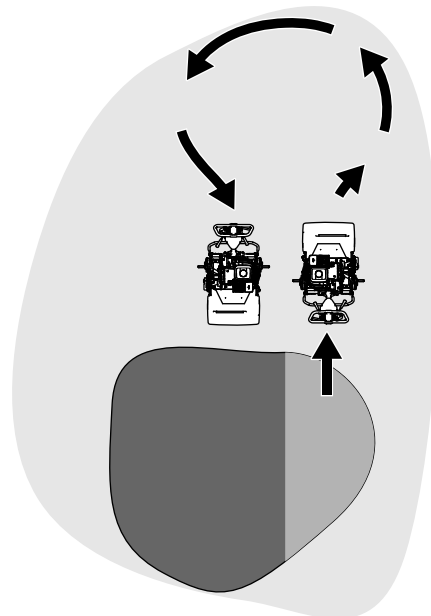

Figura 23
- Întoarceți mâna de pe spațiul verde, prin ridicarea cilindrului de tăiere (împingând mânerul în jos) și efectuând o întoarcere în formă de lacrimă pe tamburul de traciune (Figura 23).
1. Localizați maneta de cuplare a traciunii de pe cutia de viteze (Figura 23).